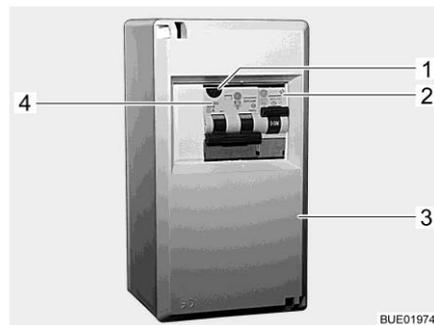
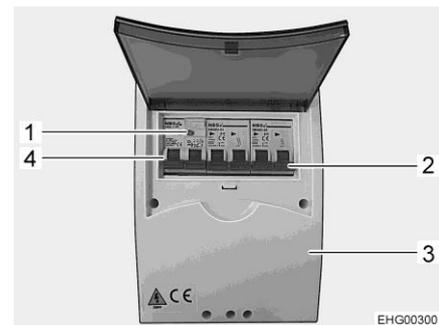

Fig. 196 Caja de fusibles de 230 V
Fig. 197 Caja de fusibles de 230 V (variante)
Un interruptor de corriente de defecto / de protección de línea combinado (Fig. 196,4 ó Fig. 197,4) en la caja de fusibles (Fig. 196,3 ó Fig. 197,3) protege al vehículo completo de corrientes de defecto (0,03 A).
En los vehículos con equipamiento especial (p. ej. la instalación de aire acondicionado), un interruptor de protección de línea adicional (10 A) (Fig. 196,2 ó Fig. 197,2) protegerá el aparato.
- Si el vehículo está conectado a la alimentación de 230 V, pulsar la tecla de prueba (Fig. 196,1 ó Fig. 197,1). El interruptor de corriente de defecto debe disparar.